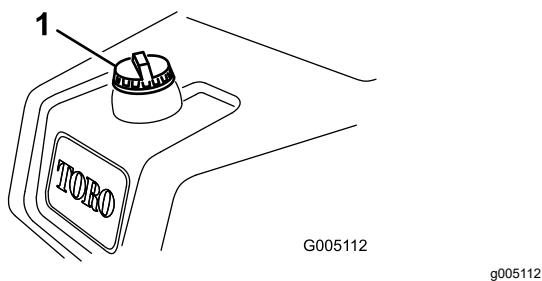

Figura 21
- Pulite attorno al tappo del serbatoio del carburante e rimuovetelo (Figura 21).